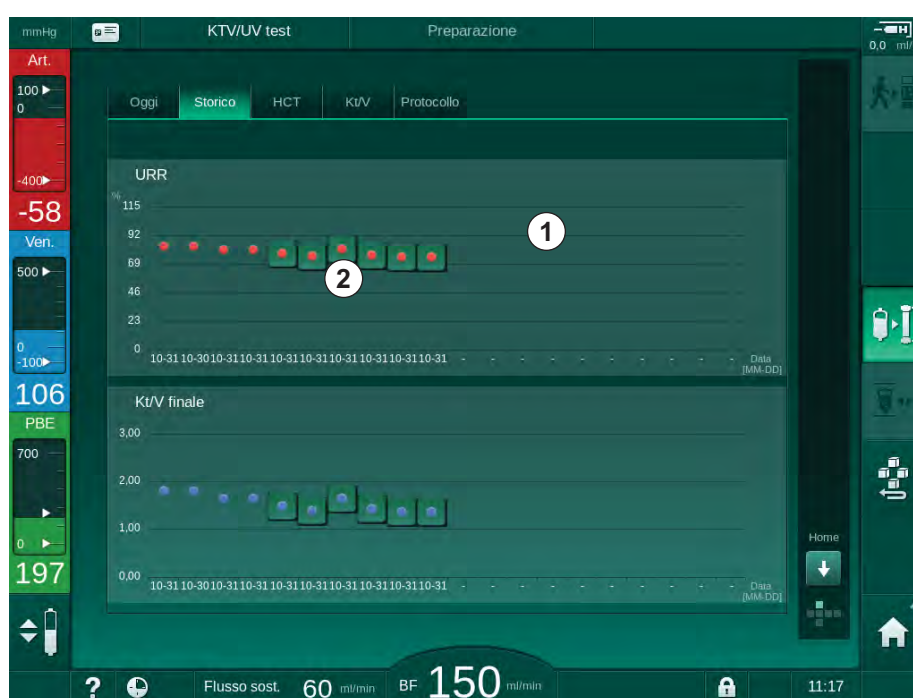

Fig. 11-11 Selezionare Storico parametri nella videata *Info*.
Per le ultime 6 terapie completate sono disponibili informazioni più dettagliate. Una volta toccato il simbolo corrispondente al parametro (Fig. 11-11 , ② ) relativo a una determinata data, viene visualizzato un trend di tale parametro in riferimento alla terapia in questione (Fig. 11-12 ). La risoluzione è pari a 5 minuti. La vista Trend si chiude toccando *Indietro* ① .